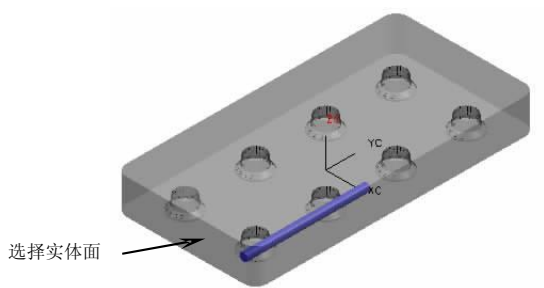

图5-101
3. 在【注塑模向导】工具条中单击【冷却】按钮，弹出【Cooling Component Design】对话框。在【PIPE_THREAD】下拉列表中选择【M8】选项，在【尺寸】选项卡中将“HOLE_1_DEPTH=50”和“HOLE_2_DEPTH=50”改为“HOLE_1_DEPTH=105”和“HOLE_2_DEPTH=105”，然后单击 **确定** 按钮并选择实体面，弹出【点构造器】对话框。在【WCS】方式下输入点（50，5，0），单击两次 **确定** 按钮创建冷却水道，如图 5-101 所示。